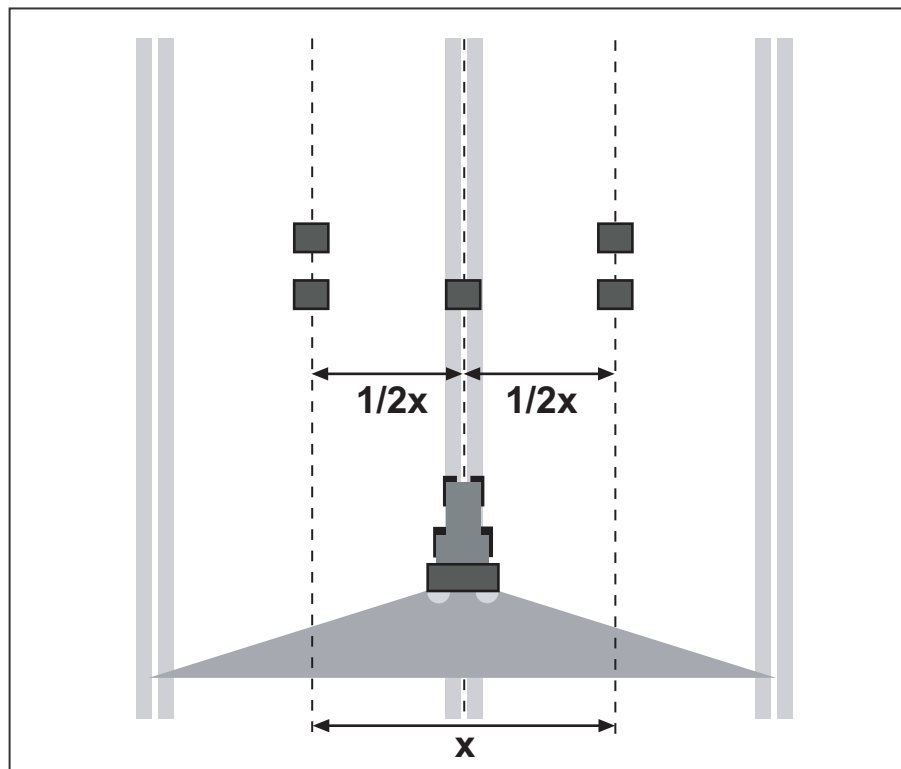

Figure 7.21 : Disposition pour un passage
- Installer deux bacs récupérateurs l'un derrière l'autre séparés à **1 m** de distance dans les zones de recouvrement (entre les passages de roue) et un bac récupérateur dans le passage du tracteur (selon figure 7.21).